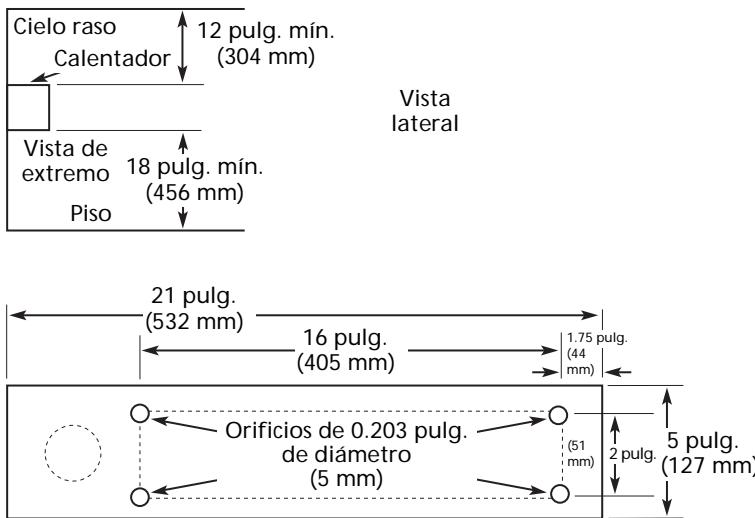

Figura 2
2. Coloque el calentador en la pared en la posición de montaje deseada, manteniendo los espacios libres mínimos necesarios según se indica en la Advertencia 3 y se muestra en la Figura 2.
3. Sujete firmemente el calentador en la pared con tornillos o pernos, usando los cuatro (4) orificios pretaladrados en la parte posterior del calentador.